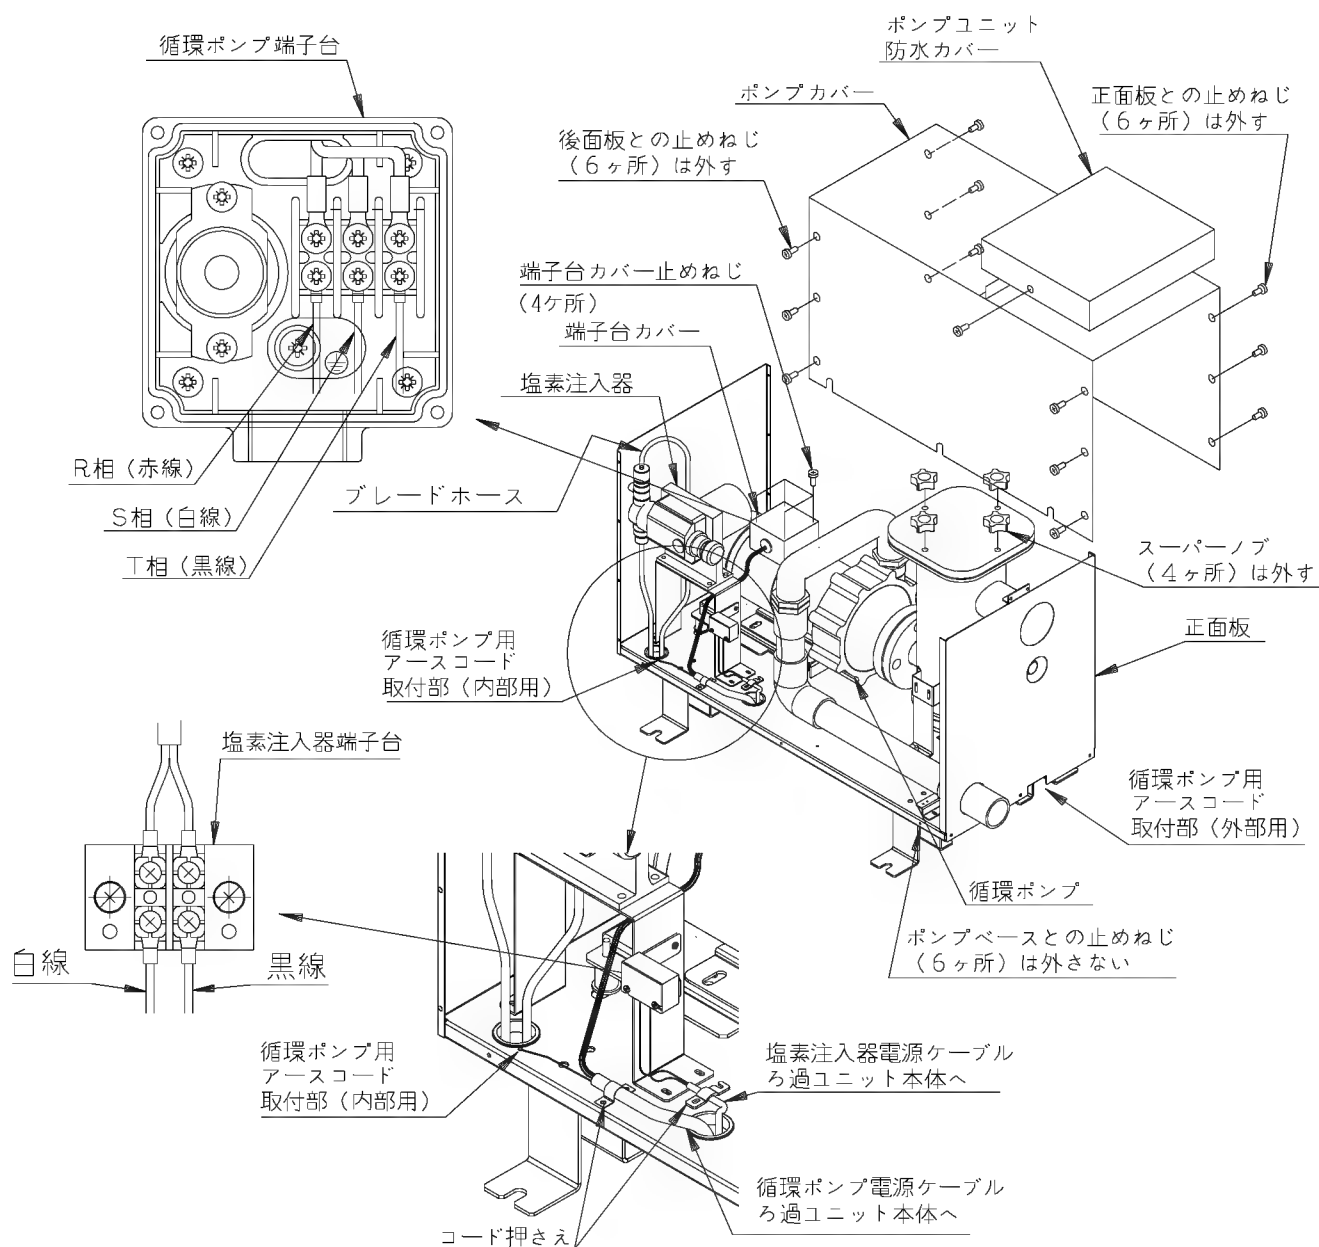

図5-6 ポンプユニット本体の電源ケーブル・アース線の接続
- ⑦ ポンプユニット防水カバーおよびポンプカバーを取り外す。(図5-6参照)
- ⑩ 循環ポンプ電源ケーブルのアース線をポンプベースにある循環ポンプ用アースコード取付部(内部用)(「循環ポンプアース用」と表示)に接続する。(図5-6)
※循環ポンプの電源ケーブルにアース線がないときはアースコード取付部(外部用)を利用して工事してください。(図5-6参照)
- ⑫ 循環ポンプの電源ケーブルを図のようにコード押さえで固定する。（図5-6参照）
- ⑬ 塩素注入器電源ケーブルを塩素注入器用端子台に接続する。